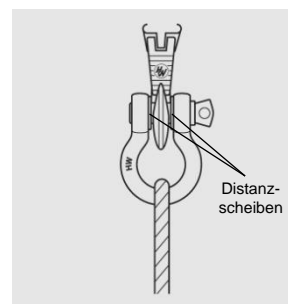

Bild 3: Richtig
- » Mit Distanzscheiben auf beiden Seiten des Bolzens werden einseitige Belastungen des Schäkels vermieden (Bild 3 und 4). Die Innenbreite darf nicht durch an die Schäkelaugen geschweißte Scheiben oder Distanzstücke oder durch Verbiegen des Bügels vermindert werden.